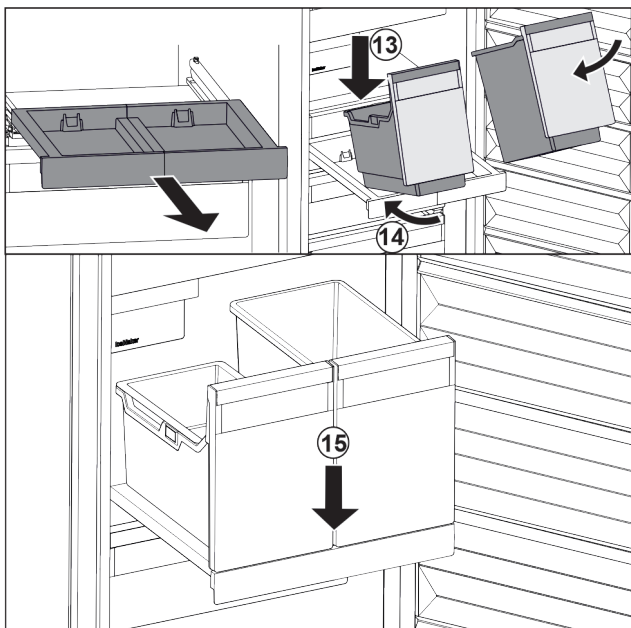

Fig. 39
- ▶ Applicare i contenitori in modo inclinato sul ripiano estraibile. Fig. 39 (13)
- ▶ Inserire il contenitore in modo inclinato verso la parte posteriore. Fig. 39 (14)
- ▶ Abbassare il contenitore nella parte anteriore. Fig. 39 (15)